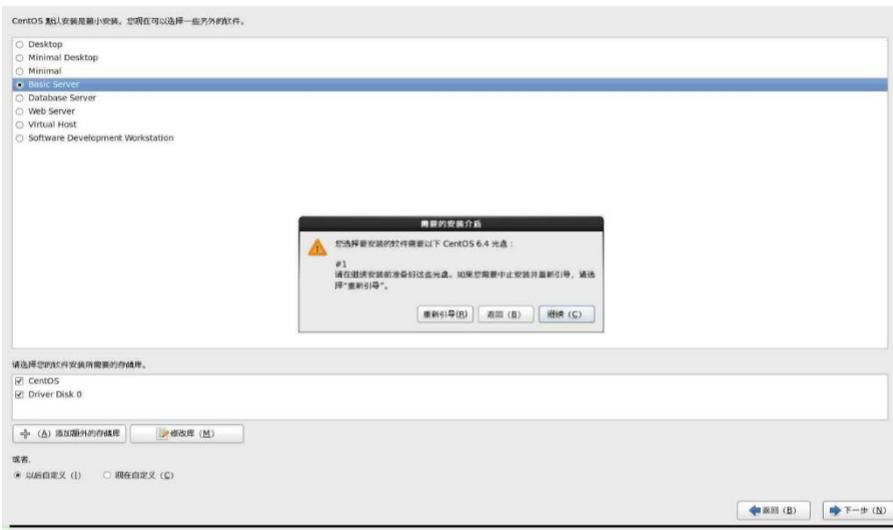

图 6-40
- ii. 单击下一步，系统提示准备好安装介质光盘，如图 6-40 所示。